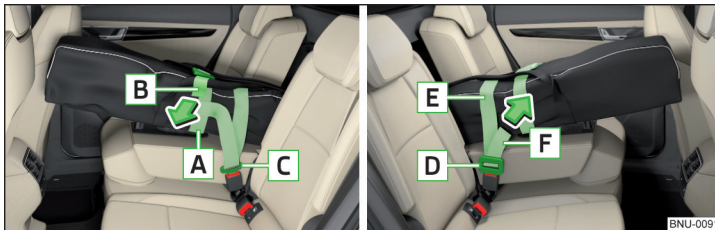

Fig. 125 Serrer la bande/fixer le sac - VarioFlex
- Placer la bande de traction **A** » fig. 125 autour des skis sur le pied de la liaison et la serrer au niveau de l'extrémité libre **B** dans le sens de la flèche.